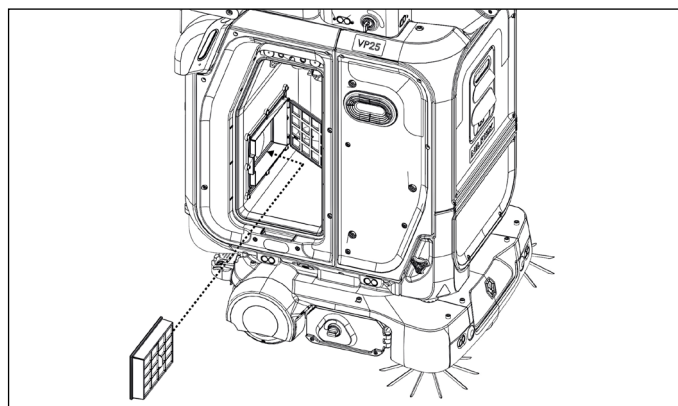

Abbildung 84
4. Setzen Sie den Filter in den Filterhalter ein (Abb. 84).